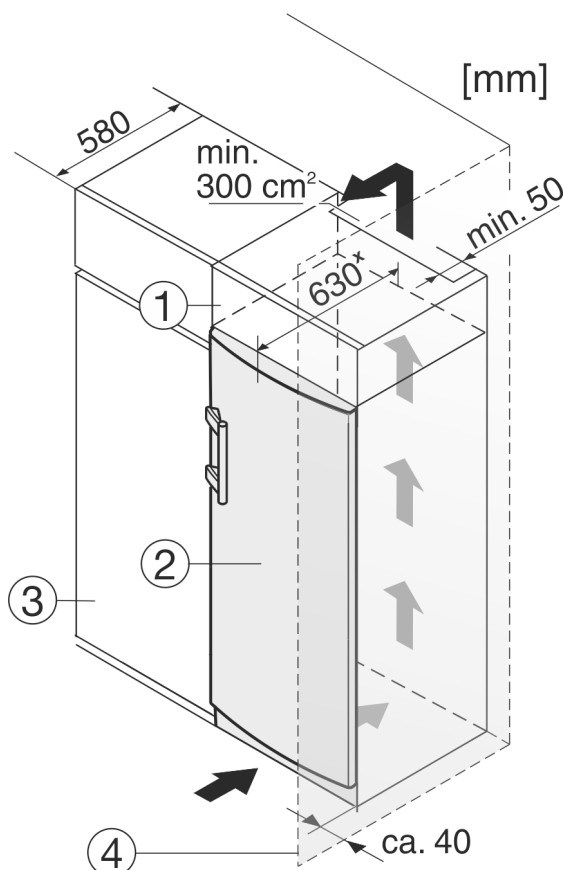

Fig. 12
- (1) Nadgradna omarica
- (2) Naprava
- (3) Kuhinjska omara
- (4) Stena
Okoli naprave lahko vgradite kuhinjske omare. Za poravnavo naprave *Fig. 12 (2)* s kuhinjskimi elementi lahko nad napravo postavite ustrezno nadgradno omarico *Fig. 12 (1)*.
Pri vgradnji aparata v kuhinjske omare (globina maks. 580 mm) lahko aparat postavite neposredno ob kuhinjsko omaro *Fig. 12 (3)*. Aparat je ob strani postavljen 34 mm * in na sredini aparata 50 mm * od čelne stranice kuhinjske omare.
Če aparat postavite s tečaji ob steni *Fig. 12 (4)*, mora razdalja med aparatom in steno znašati vsaj 40 mm. To ustreza velikosti ročaja pri odprtih vratih.